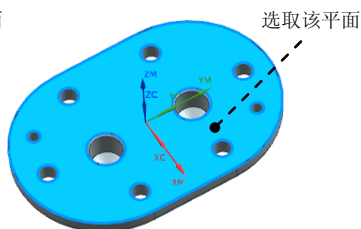
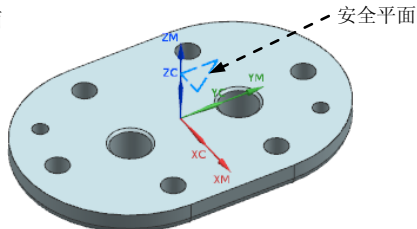

图 19.7 选取参考面
图 19.8 安全平面
Step3. 单击“安全平面”对话框中的 **指定** 按钮，系统弹出“平面”对话框，选取图 19.7 所示的平面为参照，然后在 **偏置** 区域的 **距离** 文本框中输入值 20.0，单击 **确定** 按钮，系统返回“安全平面”对话框并创建一个安全平面，单击“安全平面”对话框中的 **显示** 按钮可以查看创建的安全平面，如图 19.8 所示。